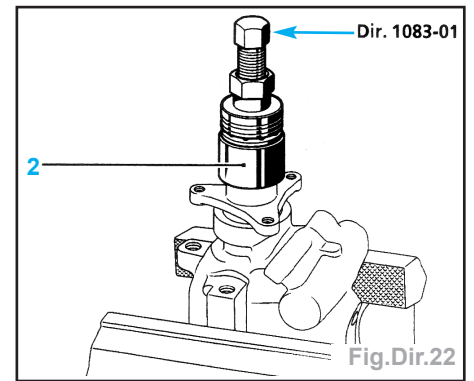

Fig.Dir.22
- Mettre en place le moyeu (neuf) et l'emmancher à l'aide de l'outil **Dir.1083-01** (Fig.Dir.22).